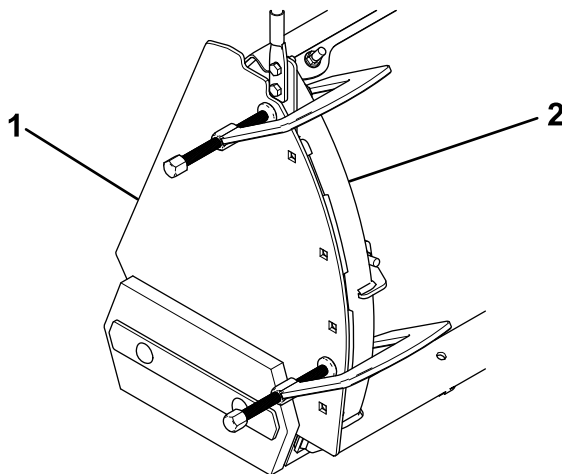

Figura 1
2. Alinee la placa lateral izquierda con la costilla exterior izquierda de la pala, y sujétela con mordazas (Figura 1).
3. Usando los taladros de la placa lateral como guía, perfore 4 taladros ($\frac{3}{8}$ ") en la costilla exterior de la pala (Figura 1).